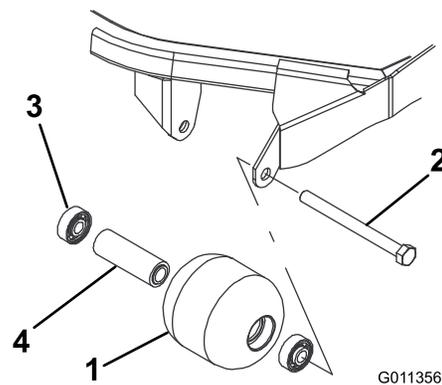

Рисунок 82
1. Снимите болт крепления валика (**Рисунок 82**).
4. Осмотрите корпус, подшипники и распорную втулку подшипника валика на наличие повреждений (**Рисунок 82**). Замените все поврежденные компоненты и соберите их.
1. Запрессуйте передний подшипник в корпус валика (**Рисунок 82**). Прикладывайте усилие только к наружному кольцу или одинаковое усилие к внутреннему и наружному кольцам.
2. Вставьте втулку подшипника (**Рисунок 82**).
3. Запрессуйте второй подшипник в корпус валика (**Рисунок 82**). Запрессуйте, нажимая с одинаковым усилием на внутреннее и наружное кольца до тех пор, пока внутреннее кольцо не войдет в контакт с проставкой.